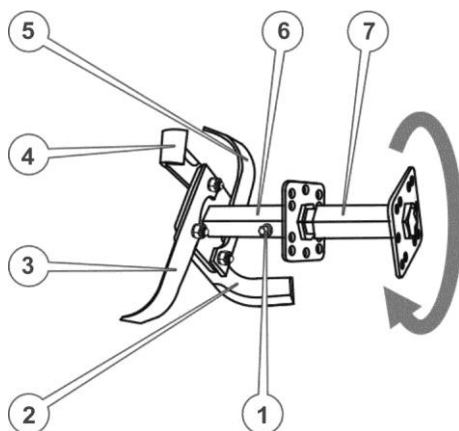

Рисунок 4.5. Ґрунтофреза
1. Вставити додаткову ступицю ротора в шестигранний отвір основної ступиці та зафіксувати, щоб уникнути можливого осьового зсуву, пальцем із шплінтом (див. рисунок 4.5.).
3. Прикласти приготовані ножі (наприклад поз. 2 та поз. 3 на рисунок 4.5.) до кріпильного квадрата ступиці уздовж двох суміжних сторін цього квадрата таким чином, щоб квадрат опинився всередині загинів ножів, загострені частини ножів були направлені в напрямку обертання (як зазначено стрілкою на рисунок 4.5.), кріпильні отвори ножів збіглися з отворами квадрата, при цьому кінцевий отвір одного ножа (поз.3) збігся із серединним отвором іншого ножа (поз.2). Утримуючи ножі в такому положенні, вставити в отвір болт, надіти шайби та наживити гайку.